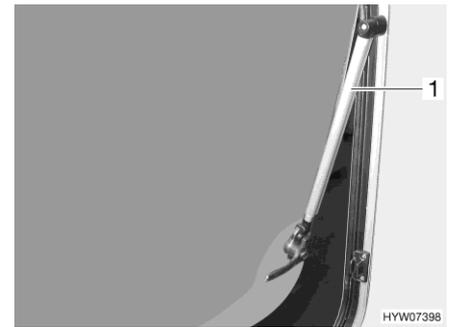

Fig. 45 Ventana abatible con soporte automático
- Abrir la ventana abatible hasta la posición de enclavamiento deseada. El soporte automático (Fig. 45,1) engatilla automáticamente.